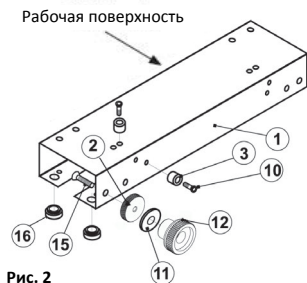

Рис. 2
Рисунок 2: показывает, как собрать узлы, предназначенные для регулировки позиции шаблона. Прежде всего, с помощью шестигранного ключа (входит в комплект) вверните винт (15) в отверстие на корпусе. Наверните на винт (15) стопорную гайку (2А), наденьте шайбу (11) и затяните барашковую гайку (12). Повторите вышеуказанные действия с другой стороны корпуса. Втулки (3) и винты (10) предназначены для позиционирования обрабатываемых заготовок. Приверните винтами (10) втулки (3) к корпусу (1). Прикрепите две втулки (3) в позицию U1 на верхней стороне корпуса, и две - в позицию F1 на передней стороне.